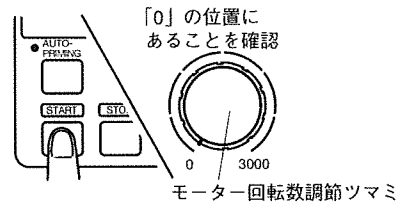

図4
5. 血液流出側ラインをクランプし、遠心ポンプコントローラーのモーター回転数調節ツマミが「0」の位置にあることを確認して、[START]（スタート）スイッチを押す。（図4）